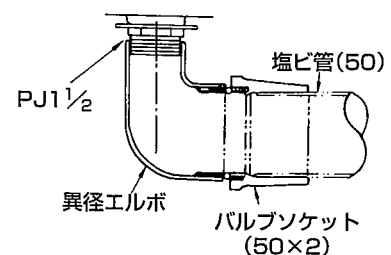

図2
(2) 直接排水の場合は、あらかじめ浴槽の排水金具にソケットやエルボをねじ込み配管をセットしておいてください。(図2参照)